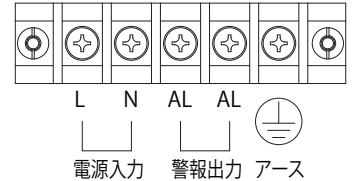

図3 端子台の構成
1. 端子ねじ M4 にて電源線、警報出力線、アース線を指定の端子へ適正締付トルクにて確実に接続してください。(図3)